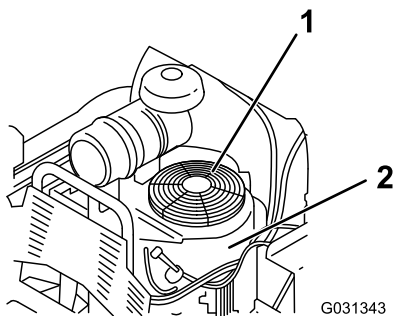

Figura 61
3. Togliete la griglia della presa d'aria e la sede della ventola (Figura 61).
5. Installate la griglia della presa d'aria e la sede della ventola (Figura 61).